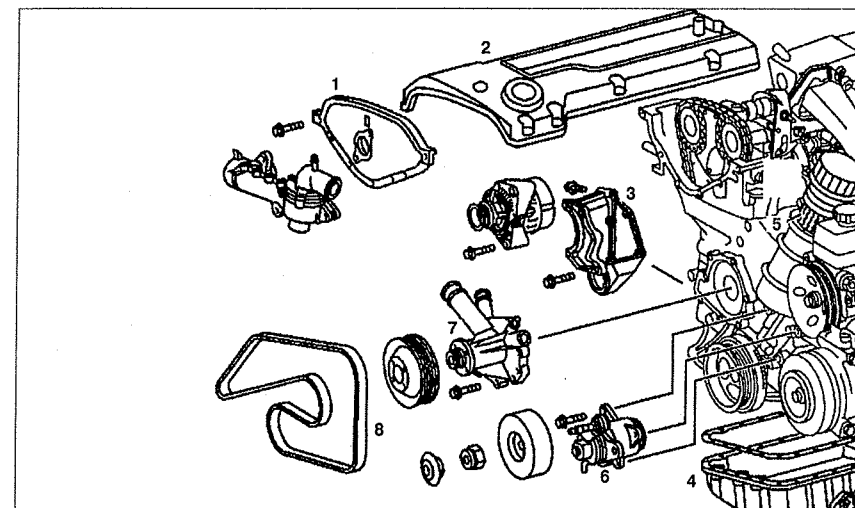

**Рис.2.8. Головка блока цилиндров:**
1. Снимите направляющую цепного привода 1 с головки блока цилиндров (см.рис.2.8).